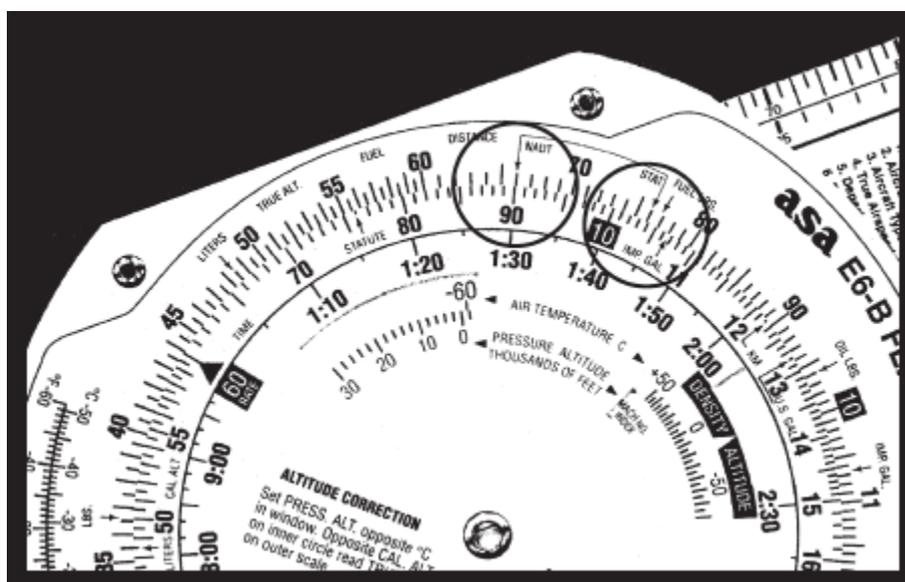

Figure 8
2. Lisez 103,5 sous la flèche **STAT**. Voir la figure 8.